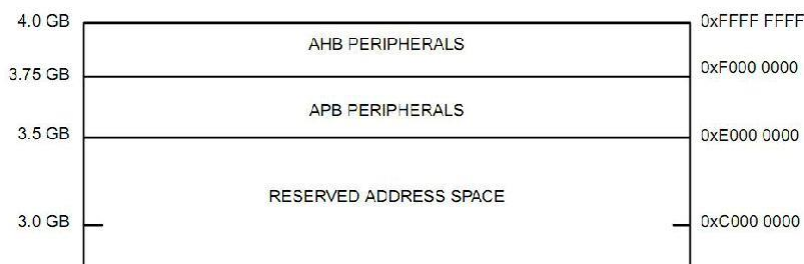

Рисунок 2.7 – Поділ на блоки адресного простору пристроїв шин АНВ і АРВ
- кожен пристрій отримує блок 16 Кб (рисунок 2.7).
APB – ще більш повільна шина, ніж АНВ. Зв'язок з APB здійснюється за допомогою мосту АНВ–APB. Пристрої на шині APB також адресуються блоком, який лежить вище 3.5 Гб (рисунок 2.7). Блок займає 2 Мб. Кожен пристрій в блоці резервує за собою 16 Кб адресного простору із загального блоку (послідовно).